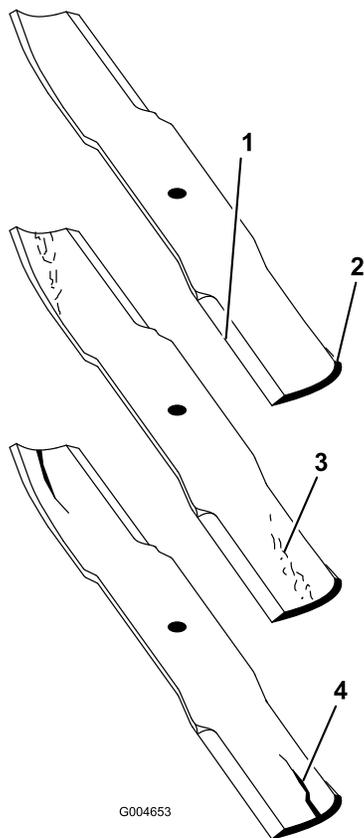

Bild 84
2. Prüfen Sie die Schnittkanten des Messers sorgfältig, insbesondere dort, wo die geraden Flächen die gebogenen berühren (Bild 84). Da Sand und anderes reibendes Material das Metall abschleifen kann, das die flachen und die gebogenen Teile verbindet, müssen Sie das Messer vor jedem Einsatz des Rasenmähers prüfen. Wenn Sie Abnutzungen (Bild 84) feststellen, sollten Sie das Messer auswechseln.
Wenn sich das Messer abwetzen kann, bildet sich ein Schlitz zwischen dem Windflügel und dem flachen Teil des Messers (Bild 84). Zuletzt kann sich ein Stück des Messers lösen und aus dem Gehäuse ausgeschleudert werden. Das kann zu schweren Verletzungen bei Ihnen selbst und Unbeteiligten führen.